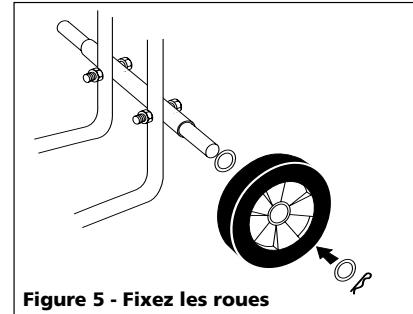

Figure 5 - Fixez les roues
5. Répétez pour l'autre côté (Voir la Figure 5).